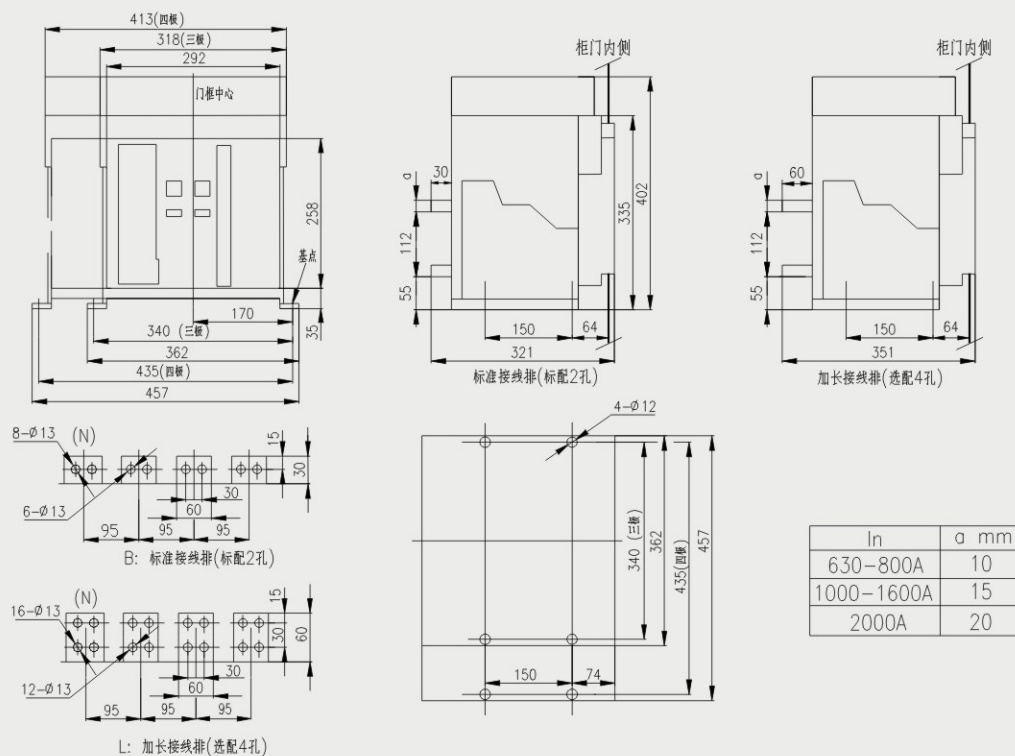

图12 固定式断路器安装尺寸及外形尺寸 (HSW1-2000、2000/4)
6.3 HSW1-2000断路器安装尺寸，外形尺寸见图12、13